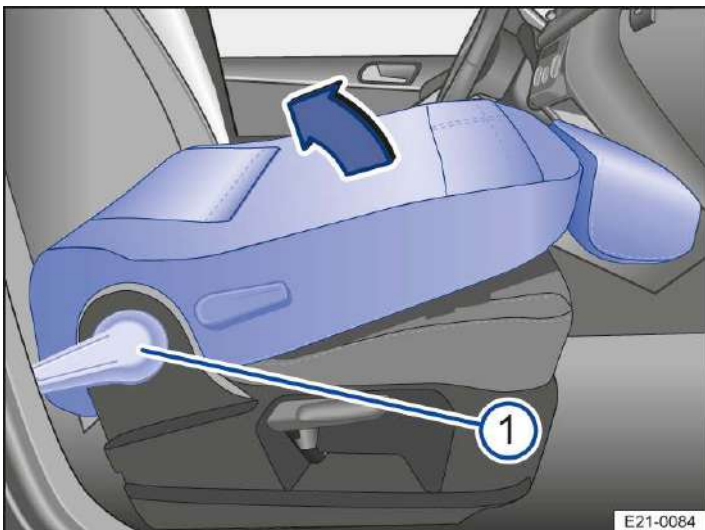

Abb. 2 Beifahrersitz: Sitzlehne zurückklappen (Prinzipdarstellung).
2. Zum Zurückklappen Hebel → *Abb. 2* **1** nach unten drücken, um die Beifahrersitzlehne erneut zu entriegeln.
3. Beifahrersitzlehne in Pfeilrichtung → *Abb. 2* nach hinten in die aufrechte Position klappen.